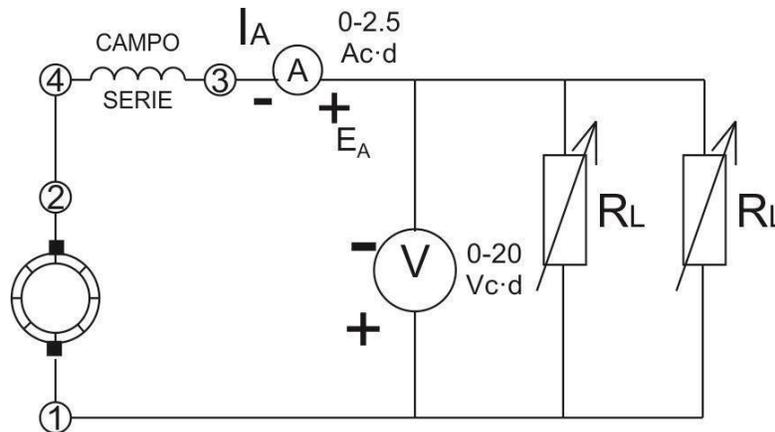

Figura 5
- Conecte el circuito ilustrado en la figura 5, utilizando los Módulos EMS de motor/generador de c-d, medición c-d y resistencia.